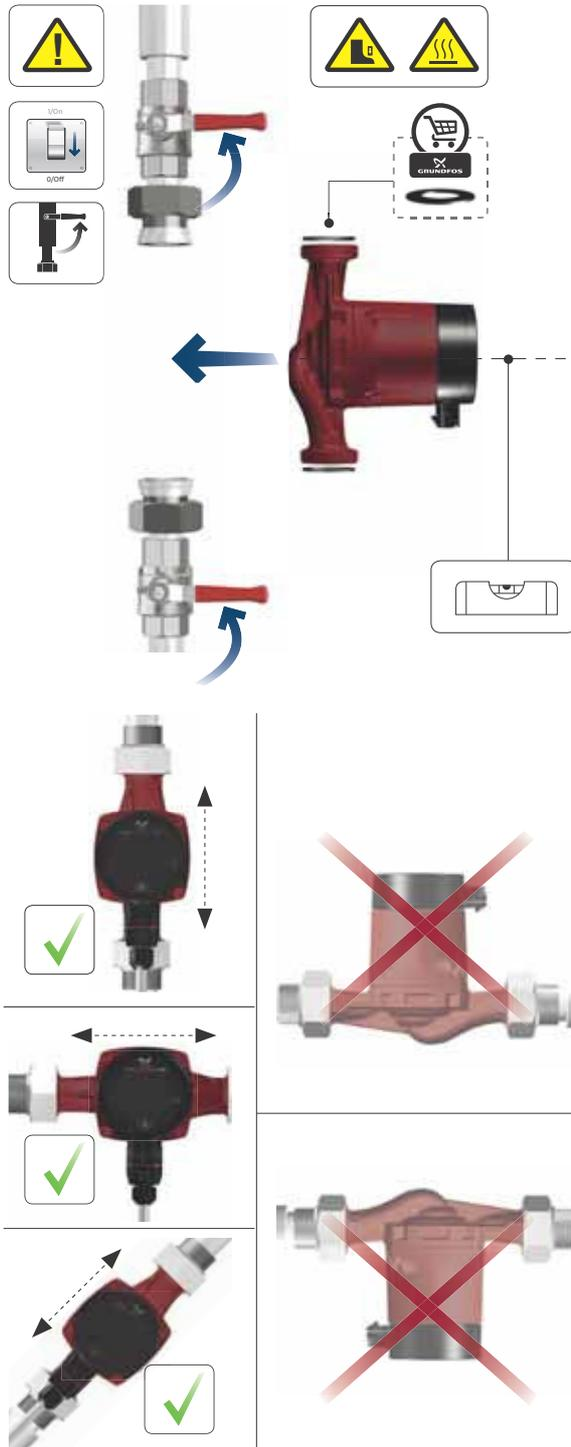

Abb. 1 Montage der GRUNDFOS ALPHA1 L
- Montieren Sie die Pumpe so, dass sich die Motorwelle in horizontaler Position befindet. Siehe die Abb. 1 und 2.